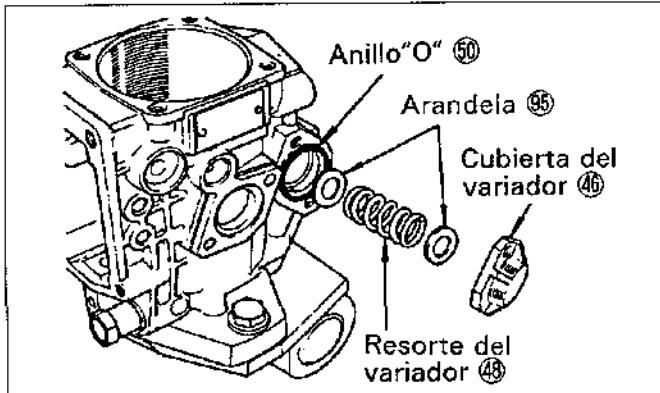

Figura.14-16 Instalación del resorte del variador
(5) Ponga el resorte del variador ⑧ y arandela de ajuste ⑨ en el pistón del variador ①. Instale los anillos "O" de la cubierta del variador ⑩, y las cubiertas del variador ⑪ (lado de resorte y lado de potencia ⑫) y apriete los cuatro pernos de la cubierta del variador al valor adecuado. (0,7 - 1,0 kgm) (Vea la figura.14-16)